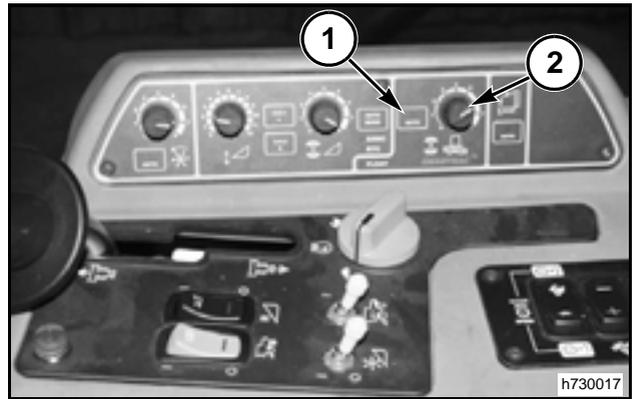

FIG. 110
FIG. 110: Para seleccionar el modo automático de operación presionar la tecla de inclinación (1) hasta que el LED se encienda. El cabezal debería corregir la inclinación, dependiendo del contorno del terreno y de la sensibilidad prefijada.